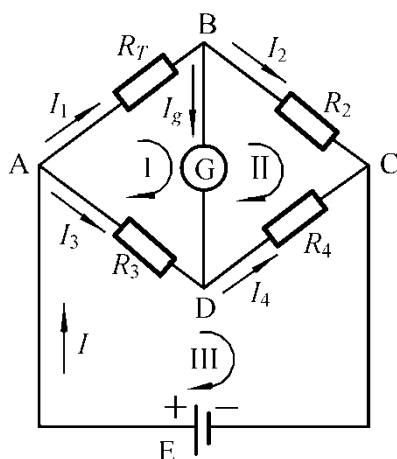

图3 电桥原理图
2. 根据图 3，推导用非平衡电桥测量电阻 R_T 的计算公式（式 8）。
如图 3 所示电路称为电桥，被测电阻 R_T 和已知电阻 R_2 、 R_3 、 R_4 称为电桥的桥臂。流过微安表 G 的电流 I_g 由桥臂的比值决定。设图 3 中微安表 G 的内阻为 R_g ，电源内阻忽略不计，根据基尔霍夫定律，可得